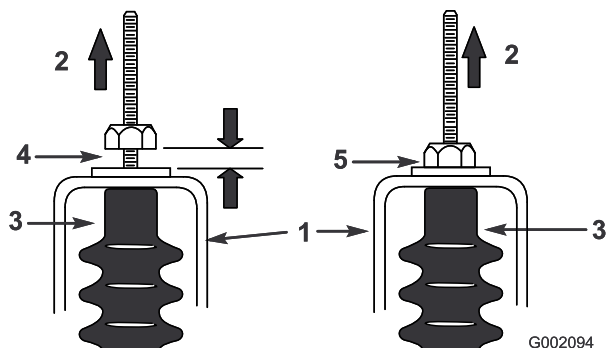

Bild 36
5. Ziehen Sie an jedem Schaltzug, um sicherzustellen, dass zwischen der Mutter/Scheibe und der Leerlaufhalterung ein Abstand zwischen 0,076 und 0,15 cm besteht (Bild 36). Wenn kein Abstand besteht, stellen Sie die Muttern ein, um einen Abstand zwischen 0,076 und 0,15 cm zu erreichen.